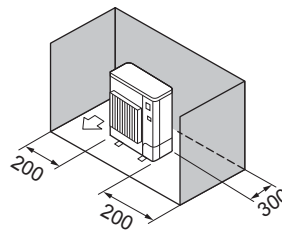

Fig. 2-4
③ Hindringer kun bak og på sidene (Fig. 2-4)